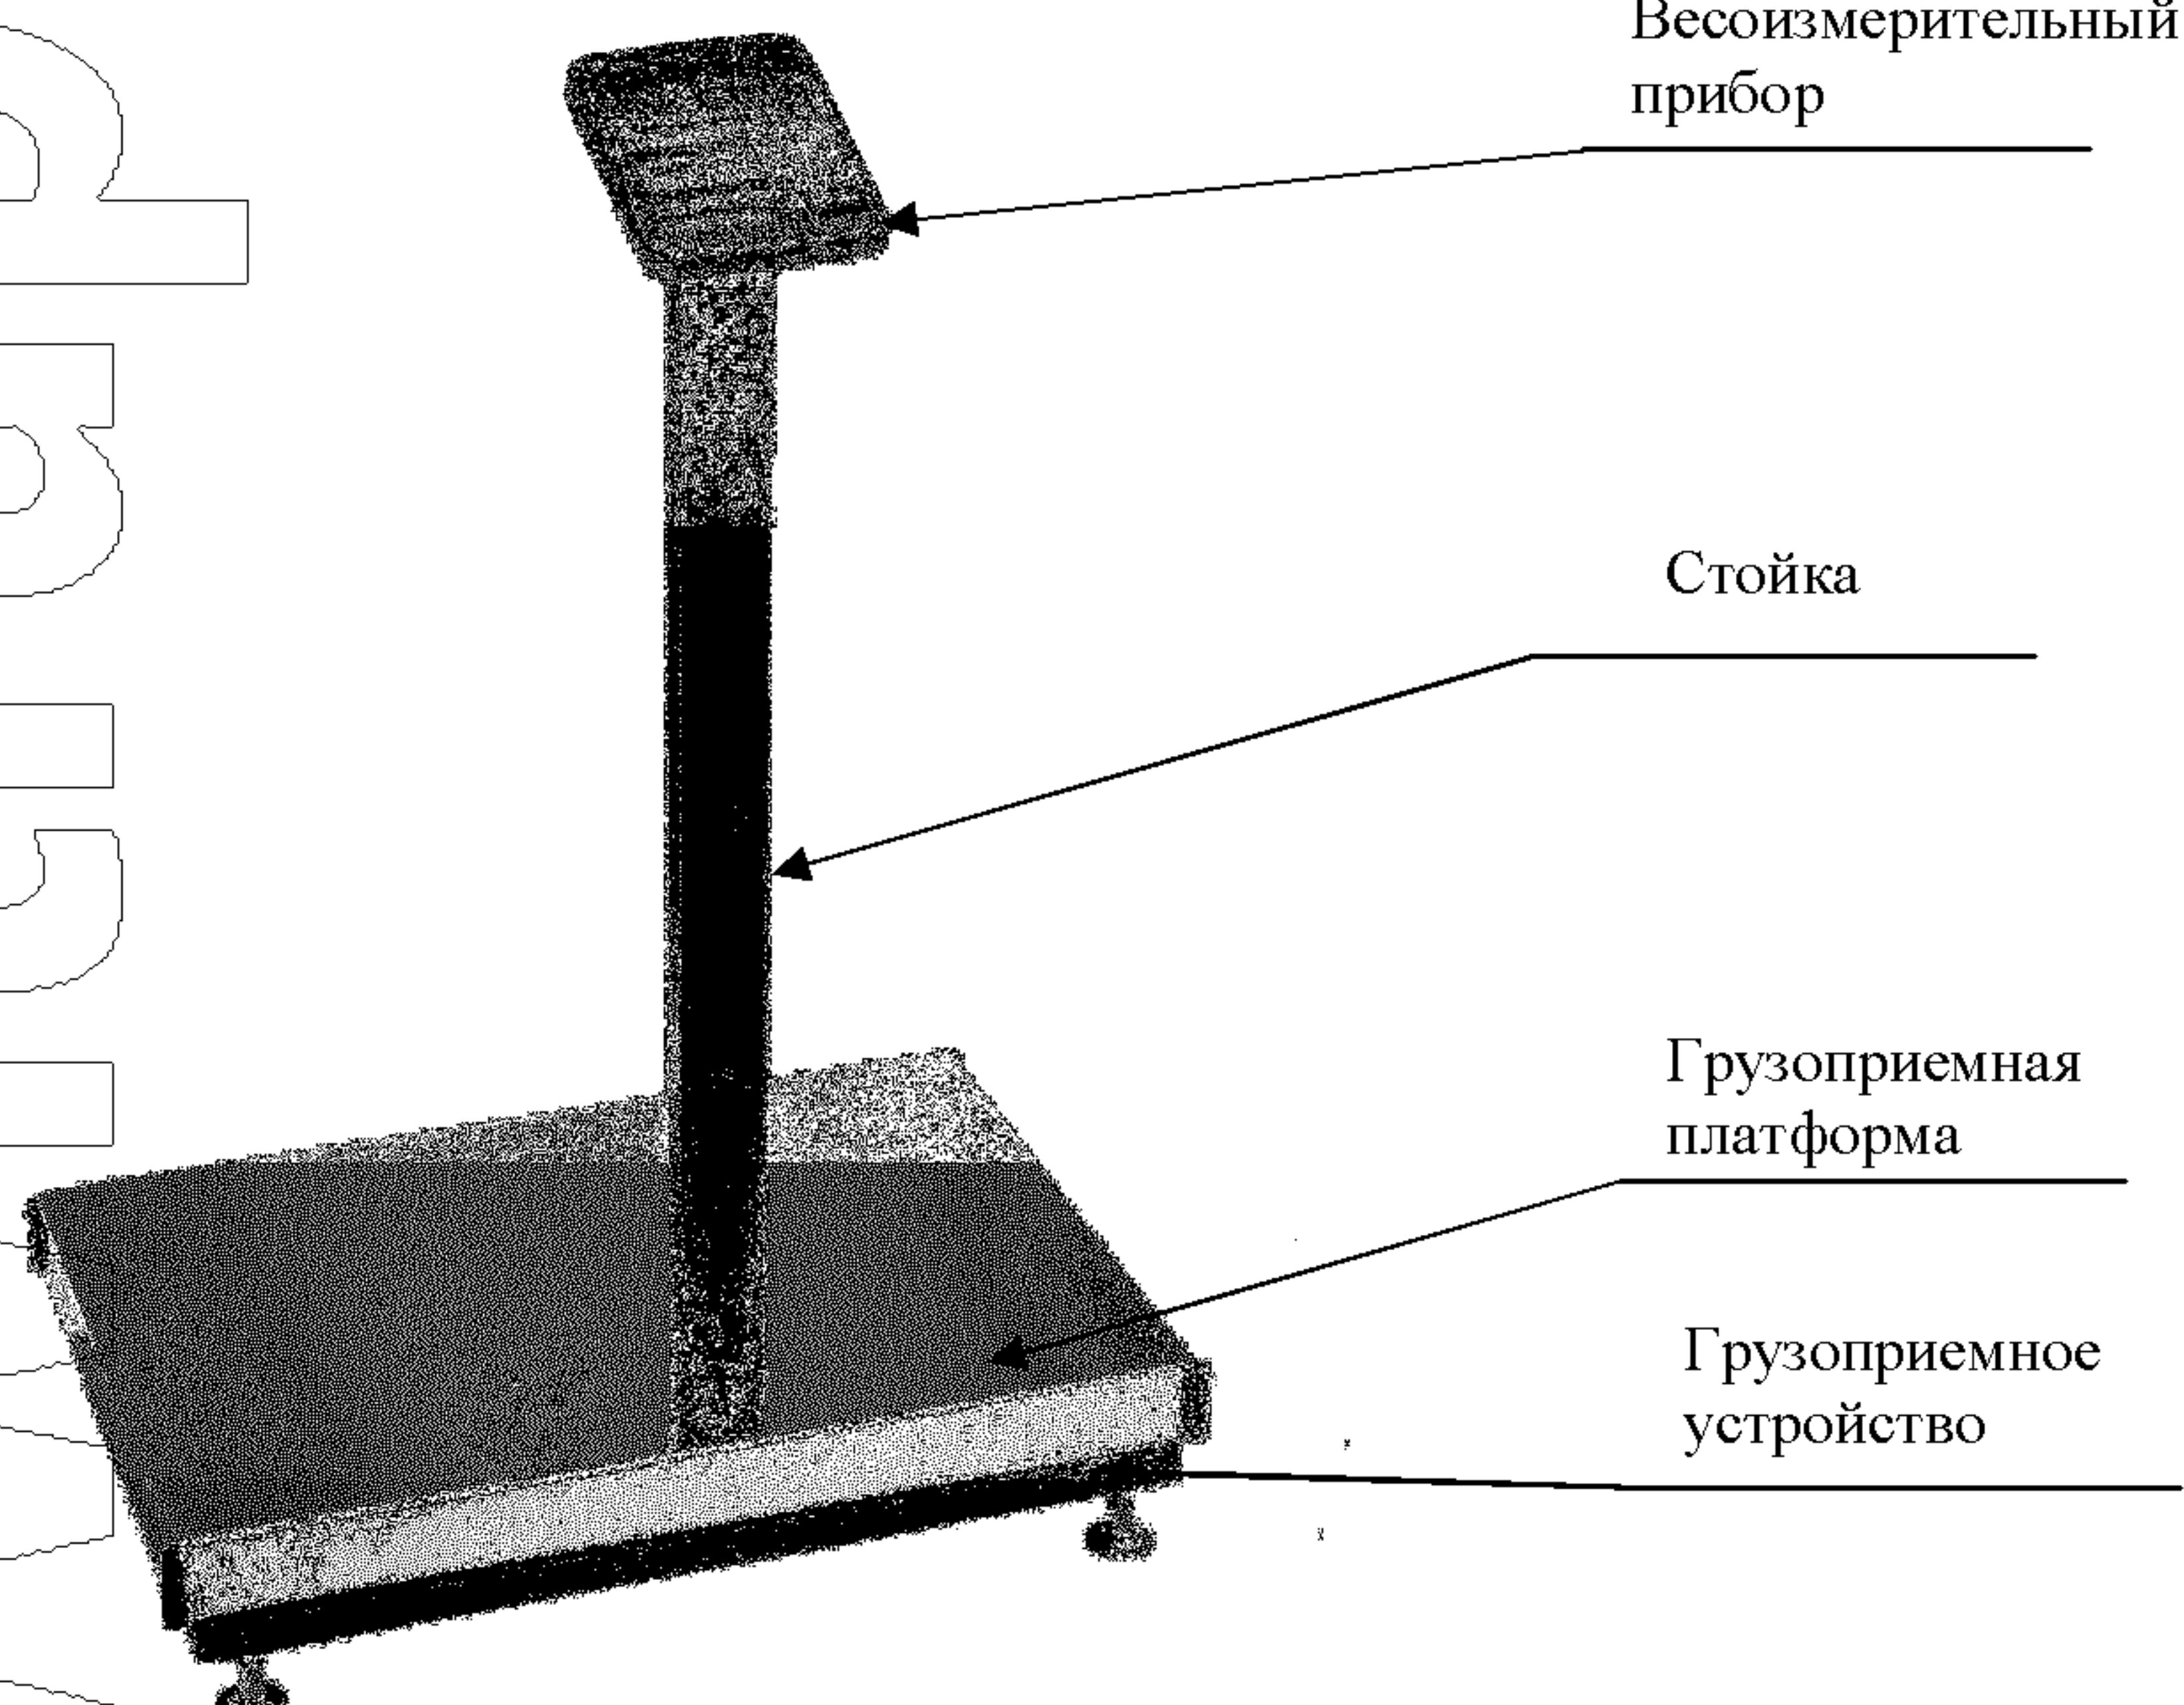

Рисунок 1 – Весы ПВм-3/150-Т. Состав весов
3.1. Весы состоят из грузоприемного устройства с весоизмерительным датчиком, грузоприемной платформы и весоизмерительного прибора, размещенного на отдельной стойке, крепящейся к корпусу весов (рисунок 1) или любой горизонтальной поверхности.